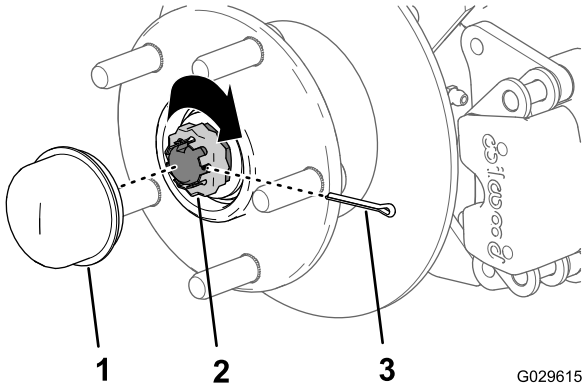

Figura 36
8. Coloque el retén sobre la tuerca y compruebe la alineación de la ranura del retén y el taladro de la claveta del eje (Figura 36).
9. Instale la chaveta y doble las patas alrededor del retén (Figura 36).
10. Instale el tapón guardapolvo sobre el cubo (Figura 36).